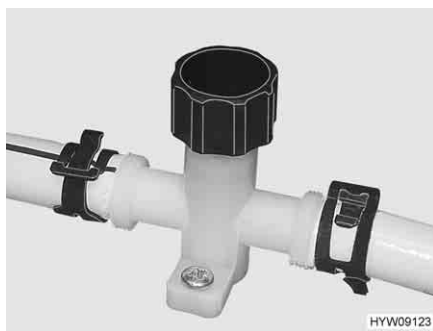
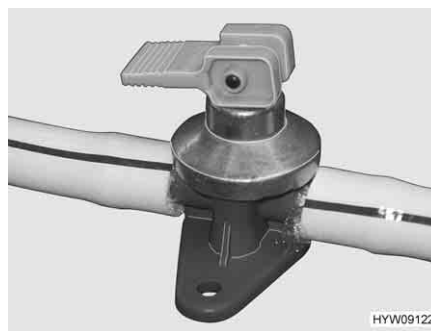

Fig. 145 Rubinetto di scarico (tubatura dell'acqua)
Fig. 146 Rubinetto di scarico (boiler Alde)
- Chiudere i rubinetti di scarico. Ruotare i coperchi (Fig. 145) in senso orario e posizionare la leva a bilanciere (Fig. 146) in posizione orizzontale.
- Aprire i rubinetti di scarico. A questo scopo, ruotare il coperchio (Fig. 145) in senso antiorario e posizionare verticalmente la leva a bilanciere (Fig. 146).